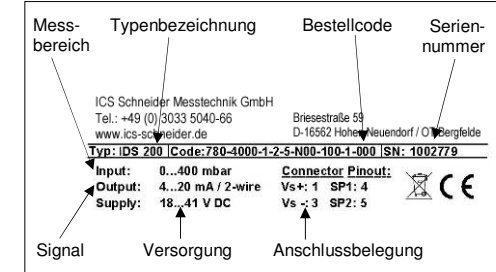

Abb. 1 Typenschild
- Vergewissern Sie sich, dass Ihr Gerät als Sonder- ausführung für Sauerstoff-Anwendungen bestellt und entsprechend geliefert wurde. Am einfachsten können Sie dies anhand des Typenschildes über- prüfen (vgl. Sie hierzu Abb. 1). Endet Ihr Bestellco- de mit den Ziffern "007", ist Ihr Gerät für die Sauerstoff-Anwendungen geeignet.